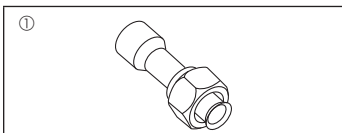

Fig. 1-1
1.6. Zubehör für die Außenanlage (Fig. 1-1) (RP200/250)